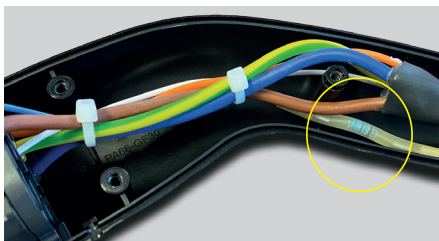

Bild 2: Widerstand zwischen PP und PE.
Der Kontakt Proximity Pilot (PP) ist im Ladestecker über einen genormten Widerstand (z. B. 4,7 k Ω bei VAG-Fahrzeugen) mit dem PE-Leiter verbunden. So können sowohl das Fahrzeug als auch die Ladeelektronik erkennen, für welche maximale Stromstärke das Ladekabel in Mode 3 geeignet ist. Wird der Ladestecker eingesteckt, wird parallel zum 4,7-k Ω -Widerstand (R_6) ein Widerstand (R_4 ; in Bild 2 gelber Kreis) gemäß untenstehender Tabelle geschaltet. Der Controller erkennt einen Ladestecker, der dann im Anschluss verriegelt wird. Bedingung ist dabei, dass das Fahrzeug über das Ladekabel / die Ladestation gerdet sein muss, sonst wird die Spannung im Controller nicht ändern.